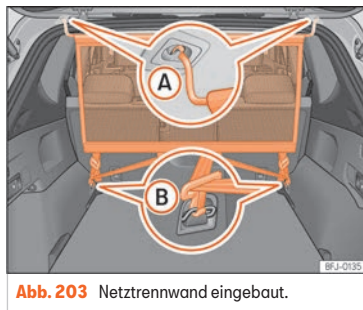

Abb. 203 Netztrennwand eingebaut.
- Netztrennwand in der linken Aufnahme am Dach »» (Abb. 203) A einhängen.
- Netztrennwand in der rechten Aufnahme am Dach durch Zusammendrücken der Querstange »» [Abb. 203] (A) einhängen.
- Beide Haltehaken der Netztrennwand in die vorderen Verzurrösen im Gepäckraum »» [Abb. 203] (B) einhängen und die Gurte fest spannen.
- Haltehaken der Netztrennwand an den Verzurrösen aushaken »» [Abb. 203] (B).
- Netztrennwand an der rechten Aufnahme im Dach »» [Abb. 203] (A) durch Zusammendrücken der Querstange aushängen.